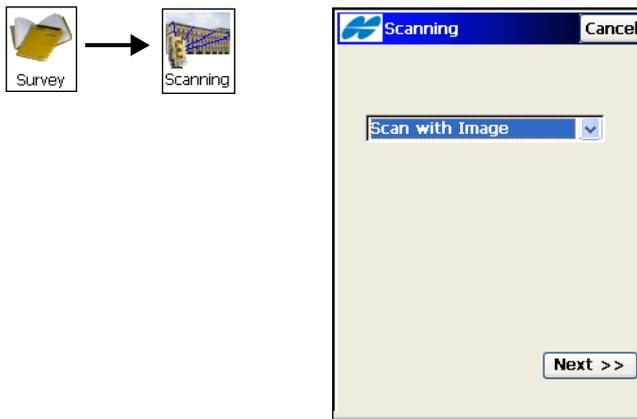

Abbildung 8-55. Scanningtyp wählen
1. Sie öffnen das Fenster **Scanning** im Robotikmodus über **Aufnahme ▶ Scanning** (Abbildung 8-55).
2. Wählen Sie im Fenster **Scanning** den gewünschten Scantyp (*Scan mit Bild* oder *Scan ohne Bild*) und tippen Sie auf **Weiter** (Abbildung 8-55).